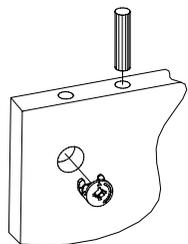

Рис.4
- Вставить головки минификсов в соответствующие плоскостные отверстия полок 6, 7 и царги 5 (Рис. 4).
- Вбить шканты в соответствующие торцевые отверстия полок 6, 7 и царги 5 (Рис. 4).